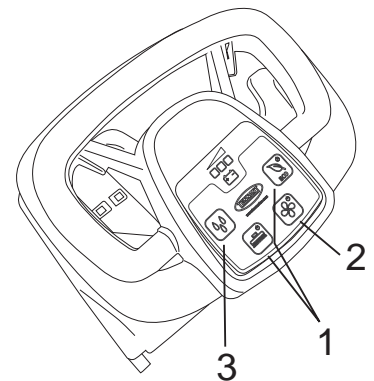

Fig.17
- Premere il pulsante spazzola o il pulsante ECO (Fig.17-Rif.1), oltre alla spazzola verrà attivata l'aspirazione e l'erogazione del flusso soluzione.
- Verificare durante il lavoro la qualità del lavaggio e regolare l'erogazione del flusso soluzione agendo sul pulsante flusso soluzione (Fig.17-Rif.3).
- Premere il pulsante spazzola (Fig.17-Rif.1).
- Spegner l'aspiratore premendo il pulsante aspirazione (Fig.17-Rif.2).